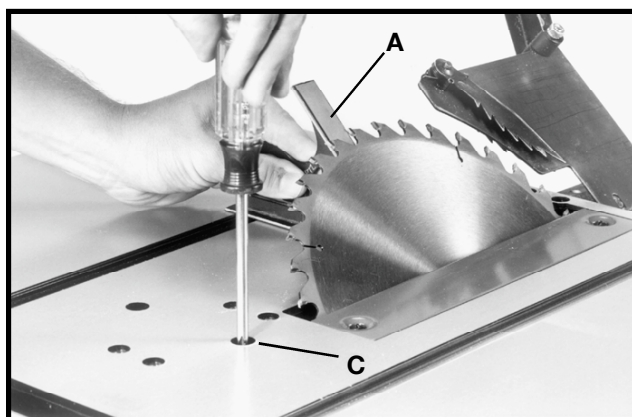

Fig. 39
5. Placer une équerre (A) fig. 39, sur la table, une de ses extrémités contre la lame comme illustré et vérifier que la lame est à 45° par rapport à la table. Si ce n'est pas le cas, desserrer la vis (C) de quelques tours, puis déplacer le mécanisme d'inclinaison de la lame jusqu'à ce que la lame soit à 45° par rapport à la table. Puis serrer la poignée de blocage de l'inclinaison de la lame et serrer la vis (C) jusqu'à ce qu'elle vienne en butée.